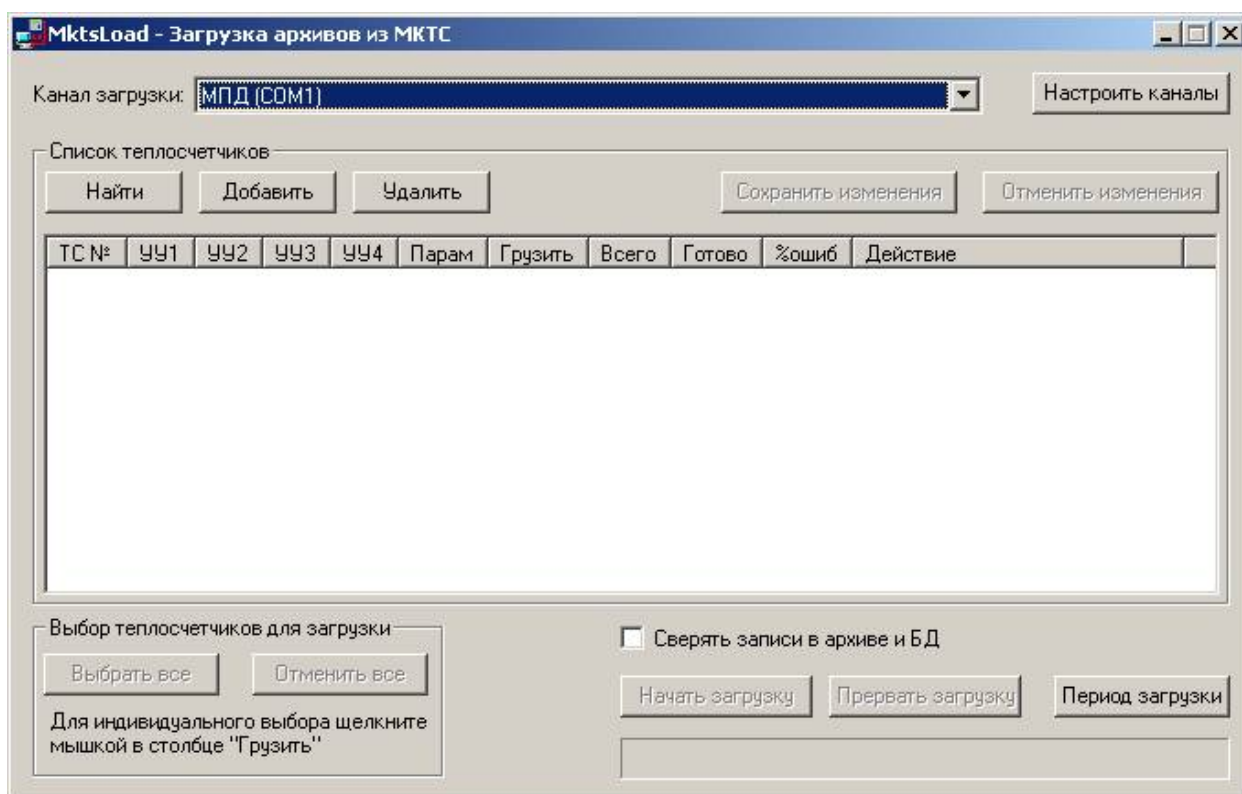

Рисунок 10-3
- запустите программу MktsLoad, на экране ПК появится главное окно программы (см. Рисунок 10-3);